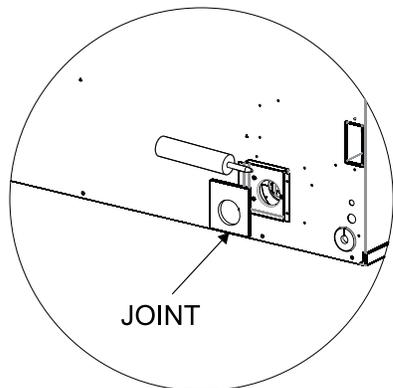

Figure 6
2. Ajouter du silicone sur la plaque d'adaptateur d'évacuation pour l'étanchéité des vis. Appuyer le joint dans la plaque d'adaptateur d'évacuation. S'assurer que les trous sont alignés et qu'il n'y a aucun chevauchement. **Voir Figure 6.** Enlever l'excédent de silicone et laisser sécher le silicone pendant au moins 5 minutes avant de passer à l'étape suivante.